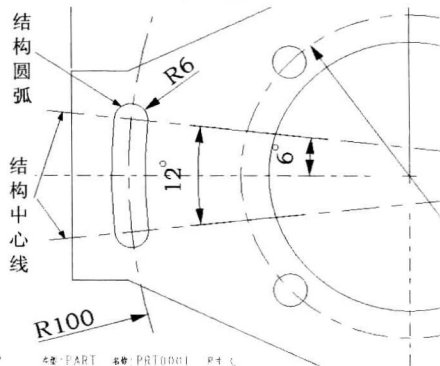

图1-9
2. 作两条结构中心线和一个 R100 的结构弧，如图 1-9 所示，确定弧槽的位置和形状。